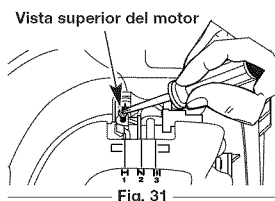

Fig. 31
La velocidad mínima del motor puede ser ajustada. Puede tener acceso al tornillo de ajuste de mínima a través de un orificio en la parte superior de la cubierta del motor (Fig. 31).
2. Suelte el gatillo del regulador y deje que el motor funcione en mínima. Si el motor se para, inserte un destornillador Phillips pequeño en el orificio de la cubierta del motor (Fig. 31). Gire el tornillo de mínima hacia adentro, en sentido horario, de a 1/8 de vuelta por vez (según sea necesario) hasta que el motor funcione en mínima suavemente.